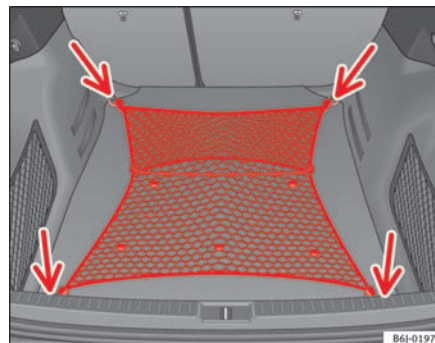

Fig. 89 Bagagenet, der er spændt ud
- Sæt bagagenettet fast i de fire øjer -pile- ⇒ fig. 89.